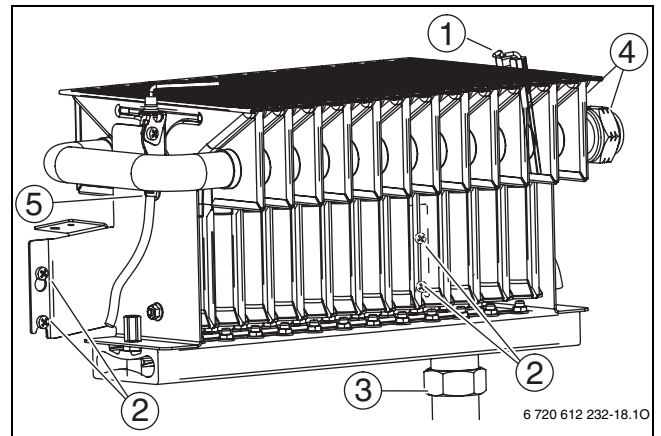

Bild 42 Baugruppe Brenner
- Steckverbinder an den Zündelektroden [1] vorsichtig abziehen (→ Bild 42).